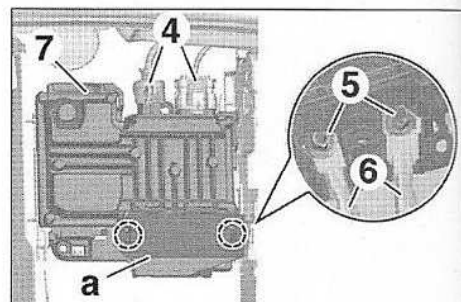

FIG.27
- Débrancher les connecteurs (4) (Fig.27).
- Déposer les écrous (5).
- Libérer les faisceaux (6).
- Déposer le calculateur du dispositif de maintien de tension (7).